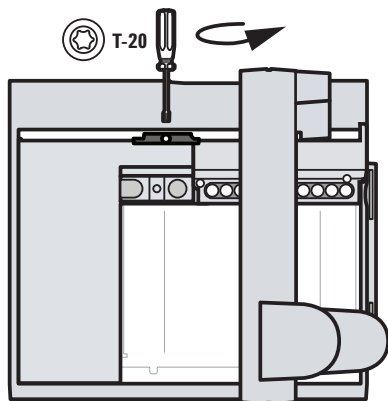

图 8 从运输夹具中卸下 T-20 螺丝
- 5 使用 T-20 Torx 螺丝刀从运输夹具中卸下 T-20 螺丝（图 8）。